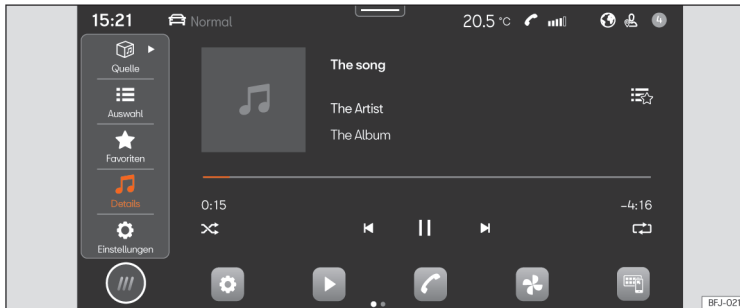

Abb. 158 Schematische Darstellung: Ansicht Medien
- Drücken Sie **HOME > ► > ► Abb. 158.**